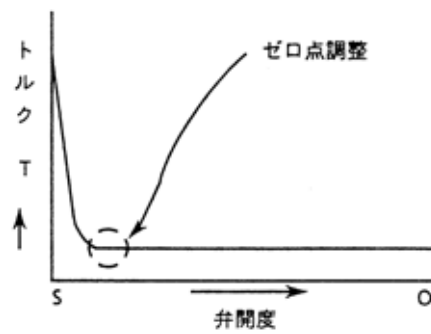

図 4. 12
- (4) ロータリーバルブで締切時のトルクの大きいものはトルクが急激に小さくなる 5~10%のところでゼロ点調整を行うと楽です。(図 4. 12)